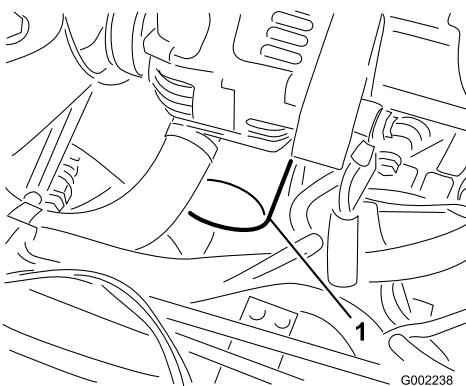

図 42
7. 古いオイルフィルタ（図 42）を外す。
10. アダプタに新しいフィルタを取り付ける。ガスケットがアダプタに当たるまで手でねじ込み、そこから更に 1/2 回転増し締めする(図 42)。